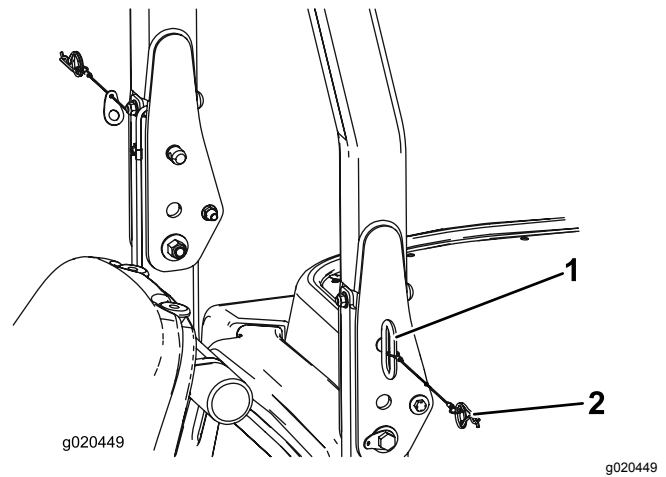

Figura 55
1. Para bajar la barra antivuelco, retire las chavetas y los dos pasadores (Figura 55).